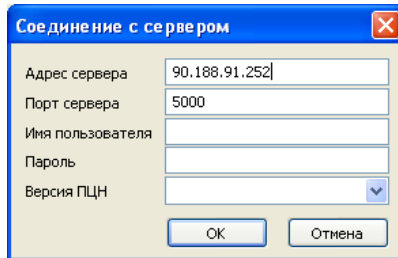

Рис. 25. Задание параметров соединения
- ✓ в открывшемся окне *Соединение с сервером* укажите IP-адрес сервера ПЦН (пример: 90.188.91.252), порт сервера (по умолчанию - 5000), имя пользователя и пароль пользователя с правами администратора *ПЦН Мираж* (рис. 25);